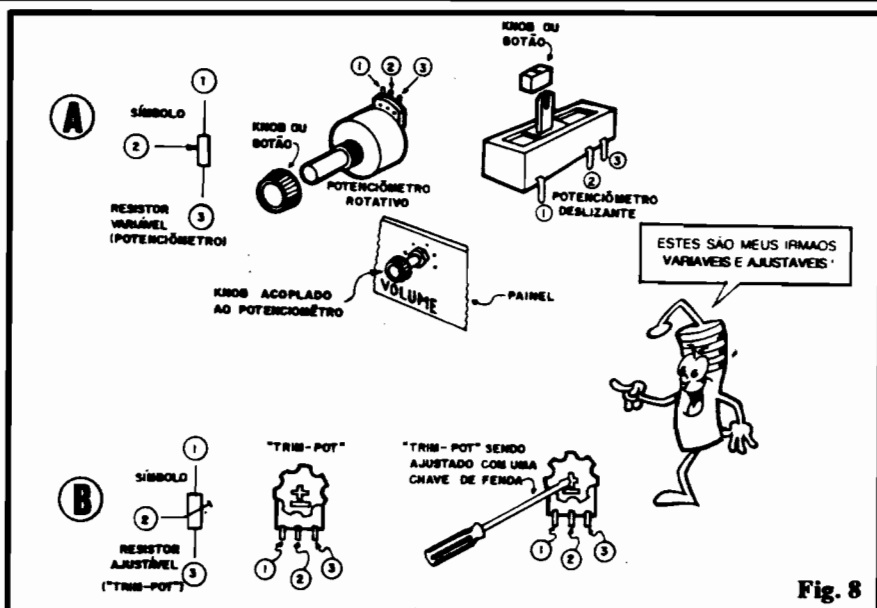

Fig. 8
- **FIG. 8** - Mostra símbolos, aparências e outros detalhes dos resistores variáveis ou ajustáveis. Esses resistores especiais são fabricados de modo que um contato móvel (chamado de **cursor**) pode - comandado por um eixo rotativo ou um mecanismo deslizante linear - percorrer toda a extensão do elemento resistivo (uma "pista" de carbono). Conforme já vimos nas explicações iniciais sobre os resistores, se o elemento resistivo for "mais curto", sua resistência ôhmica "diminui" proporcionalmente... Assim, através desse ajuste puramente "mecânico", conseguimos, com facilidade, alterar o valor **real** da RESISTÊNCIA intrínseca do componente! Nesse caso, um **POTÊNCIOMETRO** (ou **TRIM-POT**) com valor nominal de 10K (dez mil ohms), **pode**, dependendo do seu ajuste, assumir **qualquer** valor de resistência, entre "zero" e 10K...